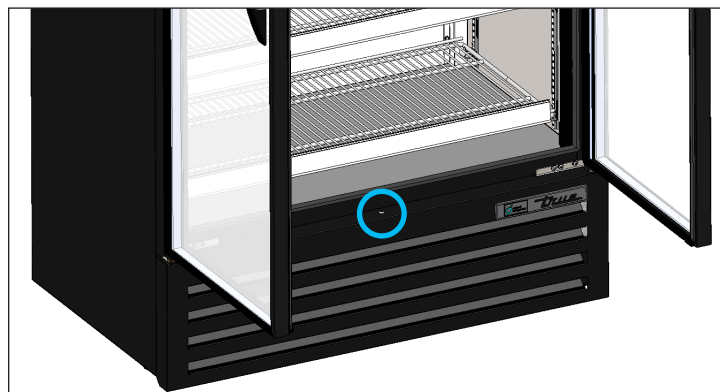

Fig. 1. Emplacement des vis de la grille de ventilation de la porte à battant.
2. Retirez la grille de ventilation avant de l'armoire. Voir fig. 1 et 2.